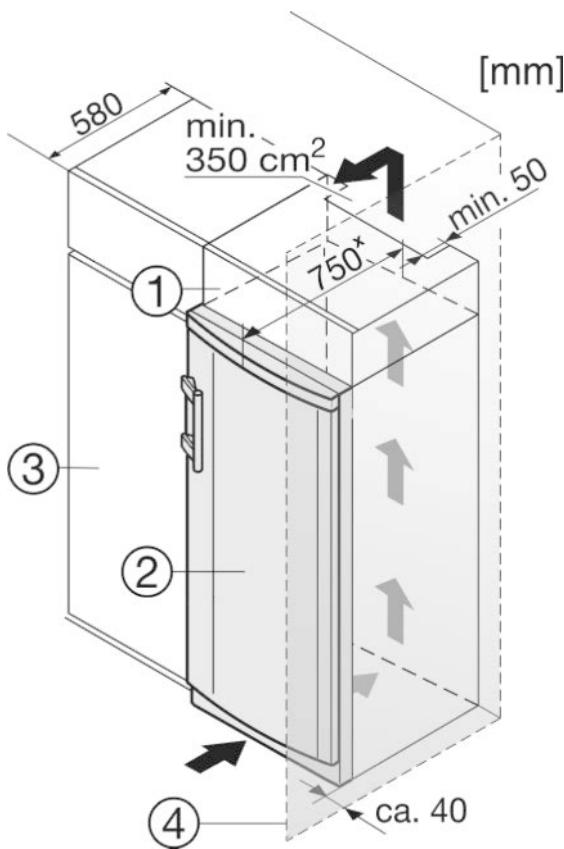

Fig. 9
(1) Дополнительный шкафчик
(2) Устройство
Устройство может быть окружено кухонными шкафами. Чтобы уравнять устройство Fig. 9 (2) по высоте с кухонной стенкой, можно установить над устройством дополнительный шкафчик Fig. 9 (1).
Если устройство установлено на шарнирах у стены Fig. 9 (4), то расстояние между устройством и стеной должно быть не менее 40 мм. Настолько выступает ручка при открытой дверце.